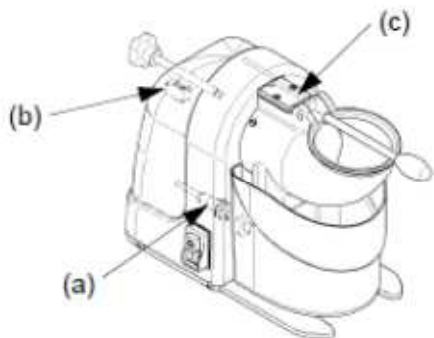

Рис. 7
Перед тестированием машины, убедитесь, что (рис. 7):
5. проверьте, не включается ли машина при вставлении ключа (пункт В), держите руки подальше от машины (рис. 7).
5.2 – Расположение предохранительных микро выключателей (см рис. 7)
3. вставьте ключ в отверстие на обратной стороне измельчителя (см. рис. 7) и поверните ключ по или против часовой стрелки, проверяя изменения толщины измельчения в контейнере при поднятом прижимном рычаге;